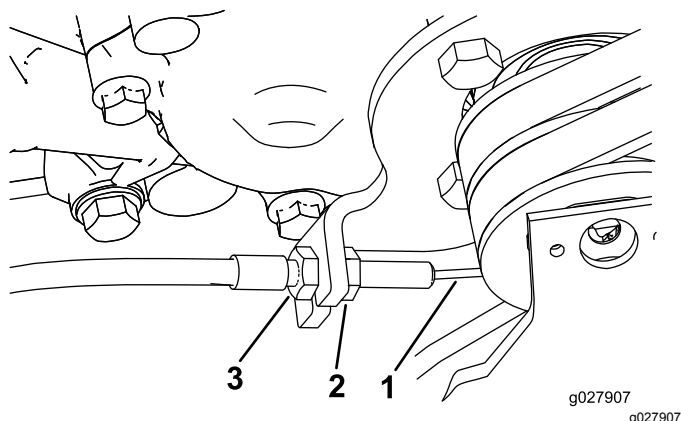

Bild 49
3. Wenn Sie die Zugspannung erhöhen möchten, lösen Sie die Klemmmutter des vorderen Zugs und ziehen Sie die Klemmmutter des hinteren Zugs an (Bild 49), bis eine Kraft von 8 bis 9 Nm erzeugt wird, um den Fahrtrieb zu aktivieren.